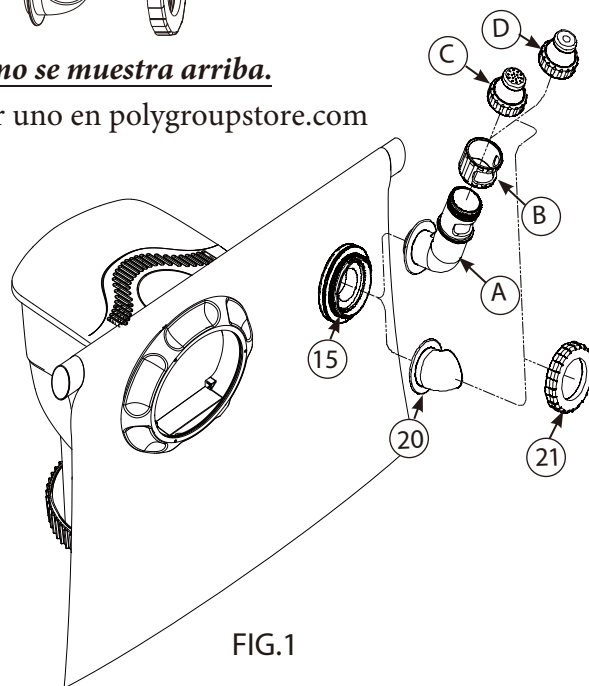

FIG.1
2. Before you begin to install your fountain turn off the pump. Loosen the Locking Ring # (21) on your existing return fitting and remove the Diverter Fitting # (20) and put it in a safe place for re-use later. Now slip the Locking Ring # (21) over the Fountain Mounting Elbow (A) and thread it back onto the Wall Fitting # (15) and tighten it while holding the Fountain Mounting Elbow (A) upright vertically see FIG. 1.
3. Next install the Flow Regulator (B) it slides onto the Mounting Elbow (A). Notice the Mounting Elbow (A) and Flow Regulator (B) both have slotted openings. For now align these so that they are both matched wide open.
4. Now install your choice of Spray Heads (C) or (D). **NOTE:** Spray Head (C) has multiple small holes of which will give you a multi stream fountain. Spray Head (D) is a single hole of which will give you more of a streaming fountain. Simply thread the Spray Head you chose onto the Mounting Elbow. Don't tighten the Spray Head completely at this time.
5. Next start your pump up and adjust the Flow Regulator (B) to achieve the fountain height and flow you desire. Now tighten the Spray Head (C) or (D) to hold the Flow Regulator (B) in place.
2. Antes de que comience a instalar su fuente, apague la bomba. Afloje el Anillo de Seguridad # (21) en su accesorio de retorno existente y remueva el Desviador de boquilla # (20) y colóquelo en un lugar seguro para volver a usarlo después. Ahora deslice el Anillo de Seguridad # (21) sobre el Codo de la Fuente (A) e insértelo de vuelta sobre el Accesorio de Retorno # (15) y ajústelo mientras sostiene el Codo de la Fuente (A) hacia arriba verticalmente, vea FIG.1.
3. Enseguida instale el Regulador de Flujo (B), éste se desliza sobre el Codo de la Fuente (A). Note que el Codo (A) y el Regulador de Flujo (B) tienen ambas aberturas. Por ahora alinéelos para que ambos igualen sus aberturas.
4. Ahora instale su elección de Cabezas Rociadoras (C) o (D). **NOTA:** la Cabeza Rociadora (C) tiene varios agujeros pequeños los cuales le proporcionarán una fuente de multi-rocío. La Cabeza Rociadora (D) es un solo agujero el cual le dará una fuente rociadora. Simplemente inserte la Cabeza Rociadora que elija sobre el Codo de la Fuente. No enrosque la Cabeza Rociadora completamente en este punto.
5. Enseguida encienda su bomba y ajuste el Regulador de Flujo (B) para alcanzar la altura de la fuente y el flujo que desea. Ahora ajuste la Cabeza Rociadora (C) o (D) para sostener el Regulador de Flujo (B) en su lugar.